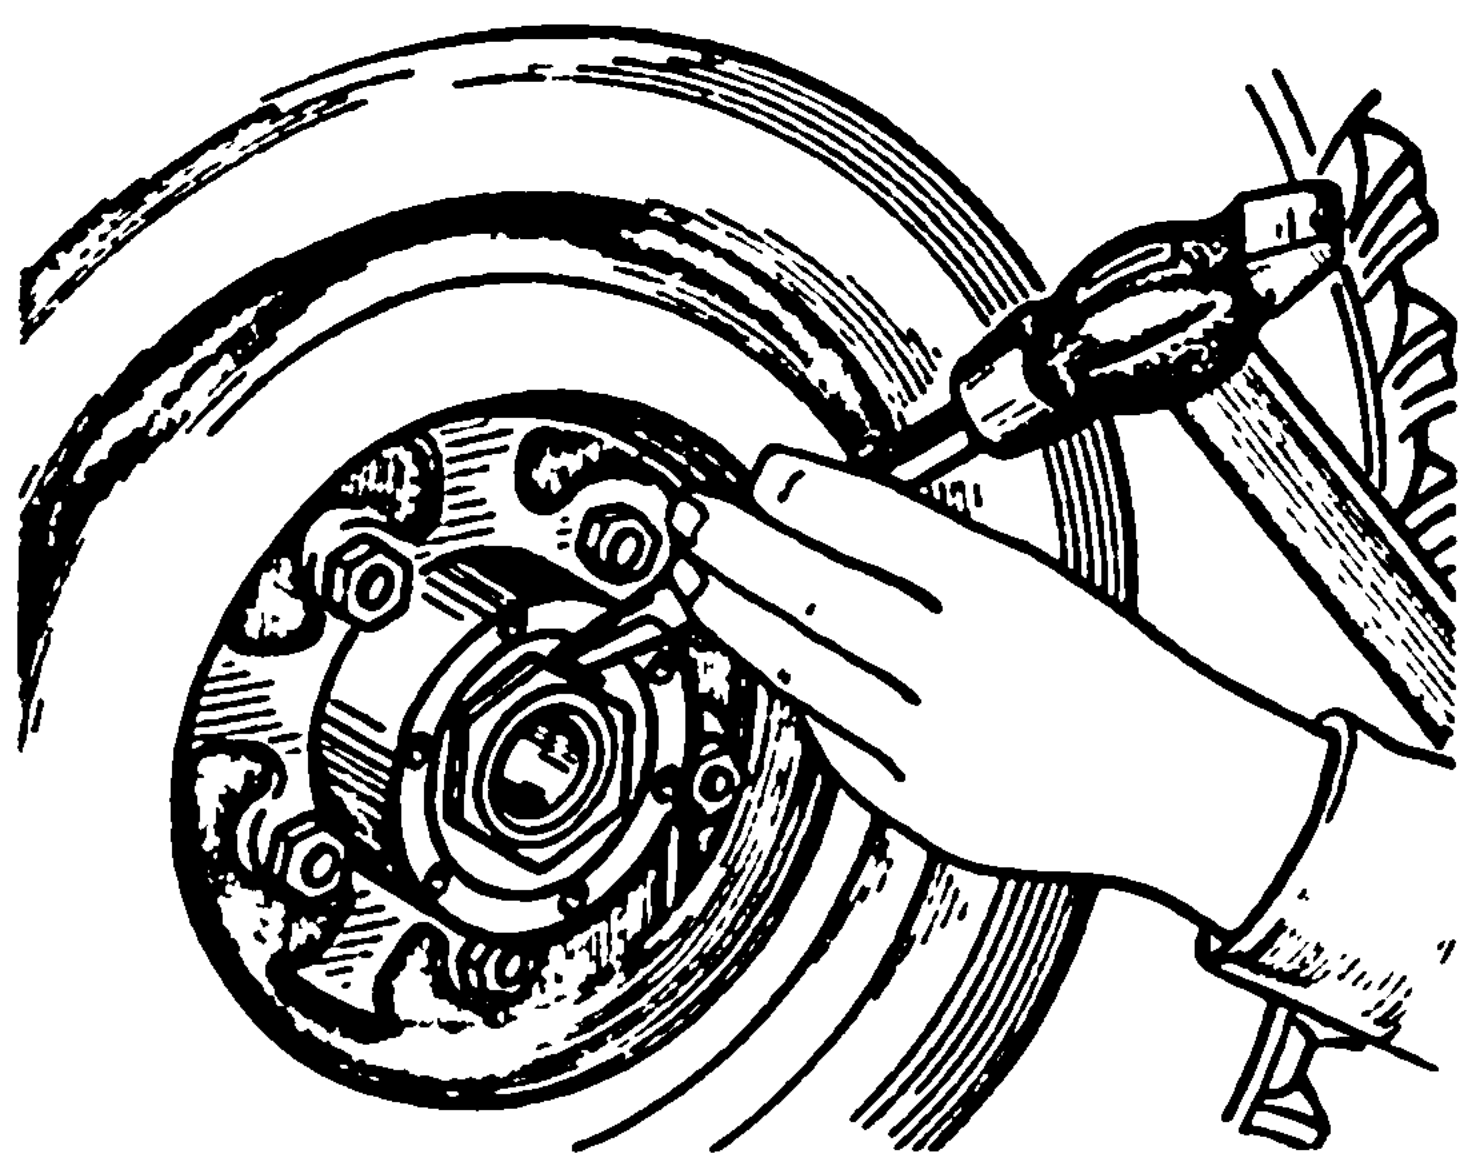

Рис. 90. Стопорение гаек подшипников ступиц
9. Загнуть один ус замочной шайбы на грань гайки, а второй - на грань контргайки (рис. 90).